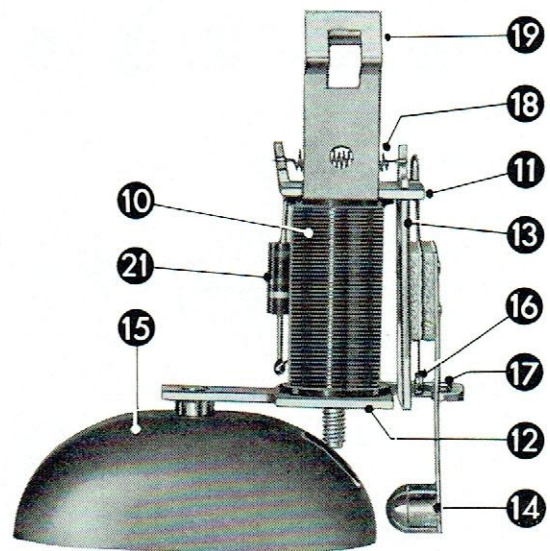

Fig. 22
La figure 22 représente la sonnette. Elle se compose d'une bobine (10) enroulée autour d'un noyau de fer doux terminé par deux masses polaires (11 et 12) et d'une armature (13) qui, pivotant sur la masse (11), est attirée par la masse (12) lorsque le courant passe dans la bobine (10). L'armature porte le marteau (14) qui frappe sur la clochette (15) ainsi qu'un plot en argent isolé (16) disposé de telle façon qu'il puisse venir en contact avec un autre plot en argent (17) solidaire de la masse (12). Sous l'action du ressort (18), l'armature (13) est maintenue éloignée de la masse (12), les plots (16 et 17) étant en contact. Une résistance (21), montée en parallèle sur l'enroulement de la bobine, sert à absorber les étincelles entre les contacts.